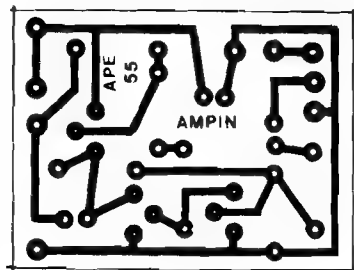

Fig. 2
- **FIG. 2 - LAY OUT DO CIRCUITO IMPRESSO ESPECÍFICO** - A plaquinha, além de pequena, é simples em seu arranjo de ilhas e pistas, de modo que mesmo os principiantes não terão grandes dificuldades em realizá-la, bastando um pouco de atenção e "capricho"... O **lay out**, em tamanho natural (escala 1:1) permite a cópia direta, por carvão, sobre a superfície co-